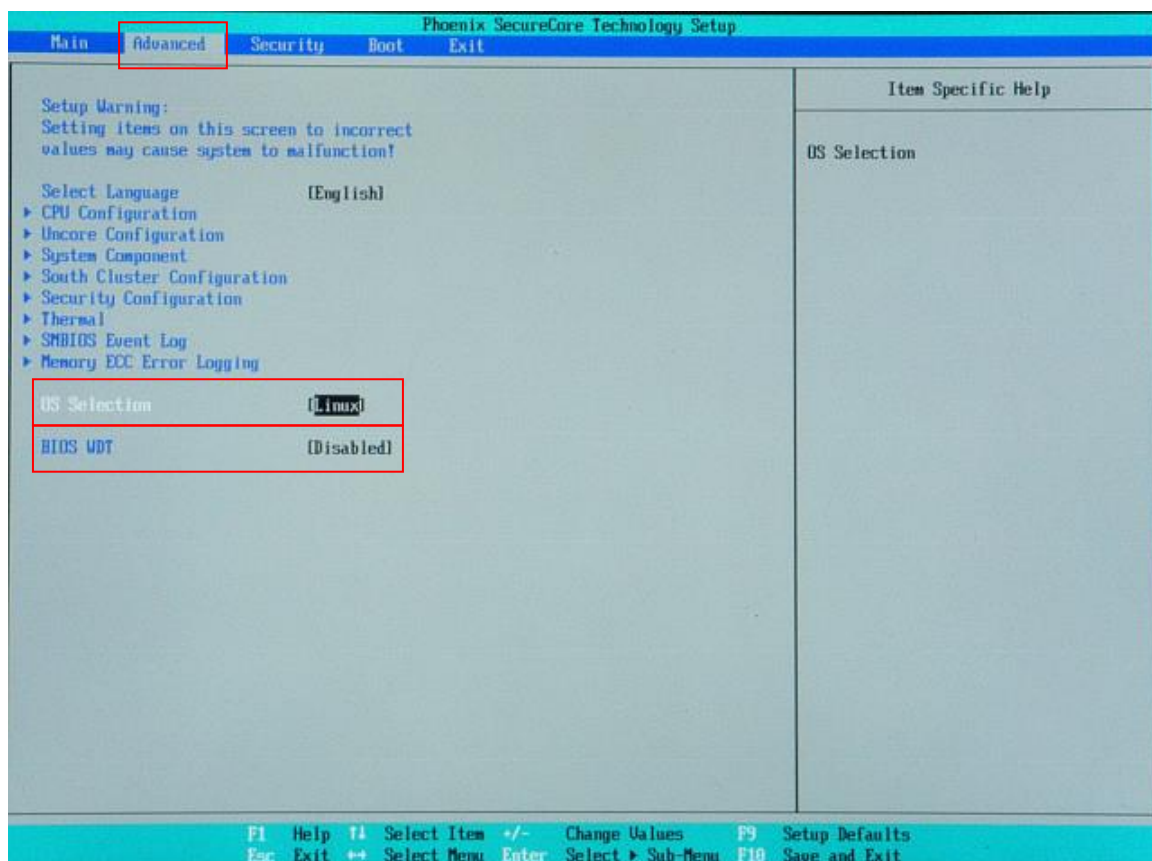

図 6-1-2. BIOS 設定 Advanced メニュー
- ① LAN ケーブルが接続されている場合は、LAN ケーブルを取り外してください。
- ② USB メモリ、SD カードなどのストレージメディアが接続されている場合は、ストレージメディアを取り外してください。また、サブストレージ（mSATA2）が接続されている場合は、サブストレージを取り外してください。
- ③ USB-DVD ドライブにリカバリ DVD を入れ FP シリーズ本体に接続します。
- ④ USB キーボード、USB マウスを接続します。
- ⑤ 電源を入れます。BIOS 起動画面が表示されたところで [F2] キーを押し、BIOS 設定画面を表示させます。
- ⑥ BIOS 設定画面が表示されたら、[Advanced] メニューを選択します。（図 6-1-2）
- ⑦ [OS Selection] を [Linux]、[BIOS WDT] を [Disabled] に設定します。
- ① 電源を入れ、BIOS 起動画面が表示されたところで [F2] キーを押し、BIOS 設定画面を表示させます。
- ② BIOS 設定画面が表示されたら、[Advanced] メニューを選択します。(図 6-1-2)
- ③ [OS Selection] を [Windows]、[BIOS WDT] を [Enabled] に設定します。
- ⑩ 電源を入れ、BIOS 起動画面が表示されたところで[F2]キーを押し、BIOS 設定画面を表示させます。
- ⑪ BIOS 設定画面が表示されたら、[Advanced]メニューを選択します。(図 6-1-2)
- ⑫ [OS Selection]を[Windows]、[BIOS WDT]を[Disabled]に設定します。